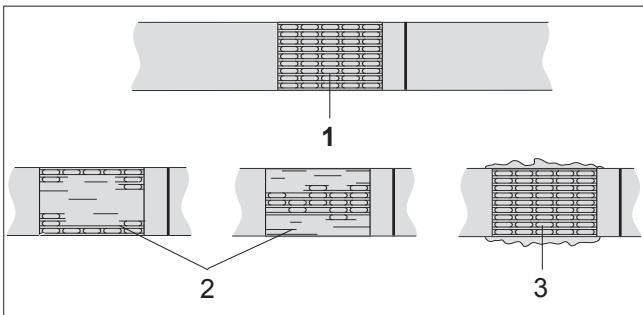

Fig. 10
- Vérifier régulièrement l'aspect du sertissage (voir fig. 10). En cas de bandes mal soudées: **vérifier le réglage de la durée de soudure (voir chapitre 7.2).**